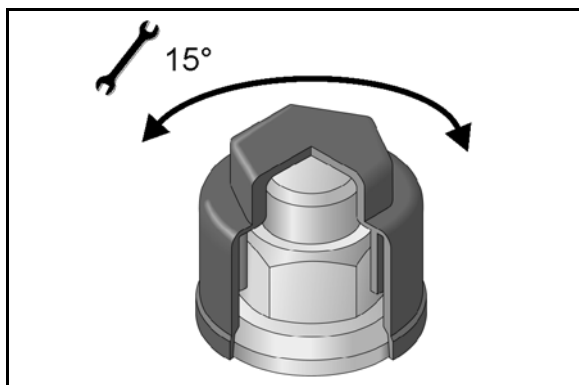

Bild 172
1. Tryck spännrullen (Bild 172/1) med hylsnyckel (Bild 172/3) i pilriktningen tills ett hållstiftet Ø6mm (Bild 172/4) kan fixeras i monteringshålet.
Kilremmen (Bild 172 (2)) är nu spänningsfri.
2. Kilremmen (Bild 172/2) tas av först från den minsta rullen resp. från spännrullen.
4. Lägga på ny kilrem (Bild 172/2).
6. Spänn åter kilremmen med spännrullen och hylsnyckeln (Bild 172/3). Kontrollera att kilremmen ligger korrekt i styrningen.